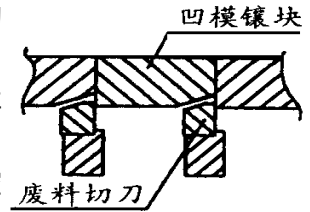

图3 剪切式废料切刀
(1) 对于大型切边模, 采用剪切方式切断废料, 如图 3 所示。凹模镶块做成锯齿状, 凹模